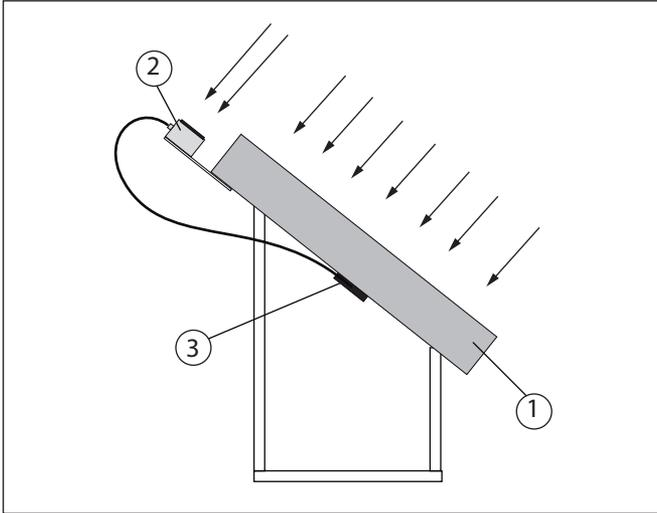

Abb. 3 Montage des Sensors am Solarmodul
- (1) Solarmodul
- (2) Einstrahlungs- und Umgebungstemperatursensor
- (3) Modultemperatursensor
Der Einstrahlungs- und Umgebungstemperatursensor (Abb. 3 (2)) muss im gleichen Winkel wie das Solarmodul (Abb. 3 (1)) ausgerichtet sein, damit korrekte Messwerte ermittelt werden können.
- ▶ Modultemperatursensor (Abb. 3 (3)) an der Modulrückseite festkleben, ausreichend festdrücken.